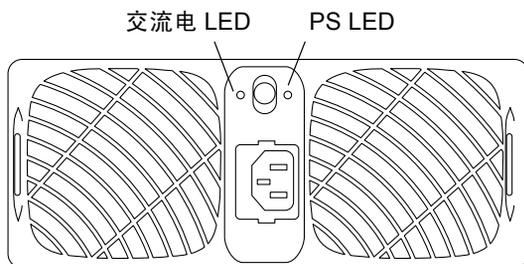

图 13-2 电源和冷却装置 LED
每个电源和冷却装置都有一个交流电 LED 和电源 (PS) LED。表 13-2 列出了这些 LED 可能存在的状态并对每种状态进行了说明。请参见图 13-2。